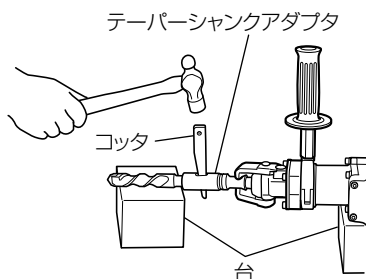

図 13
- (1) テーパシャンクアダプタにテーパシャンク付ドリルビットを取付けます。
- (2) スイッチを入れ、穴あけ深さ表示溝まで穴をあけます。
- (3) スポイトで掃除した後、アンカーの先端にプラグを付け、手ハンマなどで打込みます。
- (4) テーパシャンク付ドリルの取りはずしは、テーパシャンクアダプタの長穴部分にコッタを入れ、下に台を置いてコッタの頭を手ハンマでたたいてはずします。(図 13)